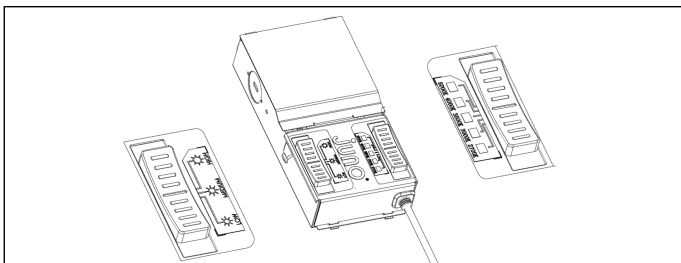

Figure 4 / Figura 4 / Schéma 4
4. Use switch on the driver box (Lumen/CCT option need to be selected before fixture installation) to select appropriate lumen output (High-Medium-Low option) and light color (27K-30K-35K-40K-50K option). (Figure 4)
4. Utilisez le commutateur sur le boîtier de la commande (l'option CCT doit être sélectionnée avant l'installation du luminaire) pour choisir la couleur de la lumière appropriée (27K-30K-35K-40K-50K). (Figure 4)